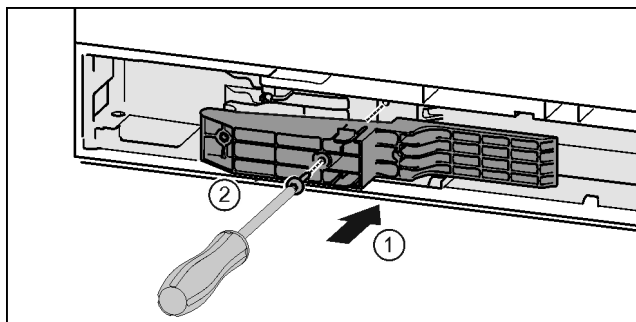

Fig. 45 *
- Τοποθετήστε τον αντάπτορα στην πλευρά της λαβής στην εγκοπή. Fig. 45 (1)*
- Σφίξτε τις βίδες με κατσαβίδι T15. Fig. 45 (2)*